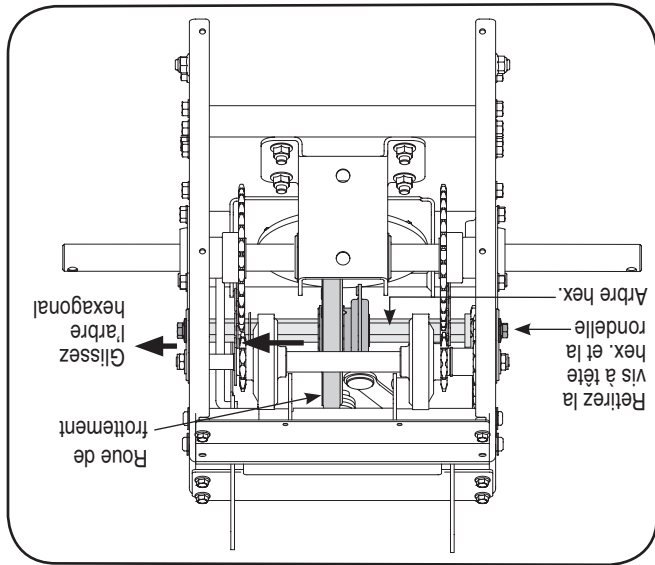

Figure 32
- Utilisez une clé de 3/4 po pour maintenir l'arbre hexagonal, puis retirez la vis à tête hex. et la rondelle creuse du côté gauche du châssis. Voir la Figure 32.